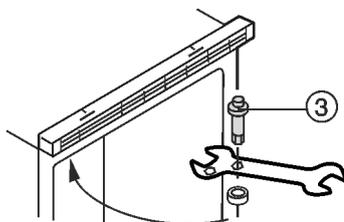

Fig. 3
- Svitare il perno della cerniera superiore Fig. 3 (3) e avvitare fermamente sul lato opposto a 4 Nm.
- Agganciare la porta nei perni della cerniera Fig. 3 (3) in alto e chiuderla.